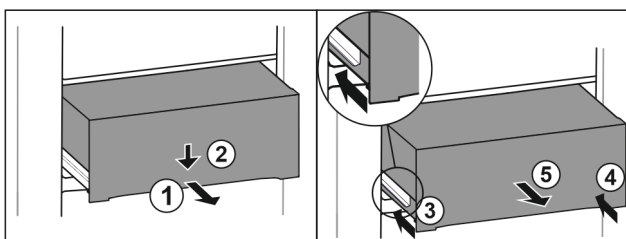

Fig. 105
- ▶ Izvucite ladicu na pola. Fig. 105 (1)
- ▶ Pritisnite ladicu naprijed prema dolje. Fig. 105 (2)
- ▶ Gurnite lijevu vodilicu za oko 2 cm. Fig. 105 (3)
- ▶ Gurnite desnu vodilicu za oko 2 cm. Fig. 105 (4)
- ▶ Izvadite ladicu prema naprijed. Fig. 105 (5)